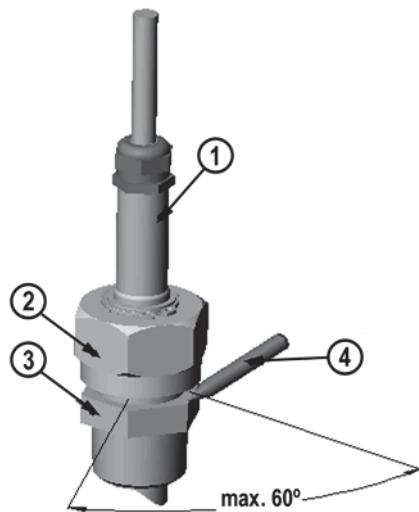

Рис. 15 Затягивание разъемной гайки
Следующие цифровые обозначения относятся к Рис. 15 на стр. 35:
10. Затяните разъемную гайку вильчатым гаечным ключом еще на $50 \dots 60^\circ$ (1/6 оборота). Если есть подходящий динамометрический гаечный ключ, затяните гайку с усилием до 45 ± 5 Нм (33 ± 4 фунта на фут). См. Рис. 15 на стр. 35.